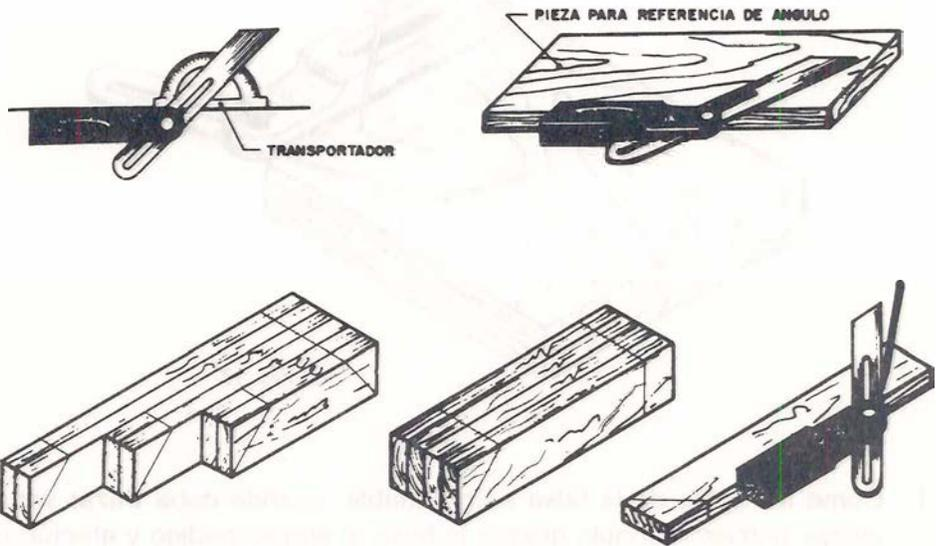

Fig. 19
1. Como la reglilla de la falsa es graduable, cuando deba trazar varias piezas al mismo ángulo gradúe la falsa al ángulo pedido y efectúe un trazo sobre una pieza que conservará de referencia para verificar el ángulo de la falsa (Ver Fig. 19).